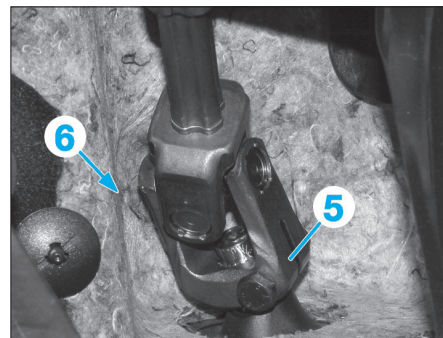

FIG. 3
- Après le déplacement du berceau/du mécanisme de direction, contrôler la garde entre le joint de cardan de la colonne de direction et la découpe du tablier (Fig.3).